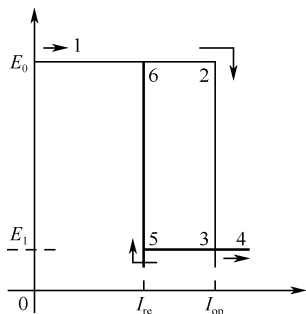

图 1.12 继电器特性曲线
(7) 反向工作值。反向工作值是指向继电器线圈反向通电,使继电器可靠吸起,并满足接点压力时所需要最小电压值或电流值。
(8) 反向不工作值。反向不工作值是偏极继电器特有的参数,即向偏极继电器线圈反向通电,保证继电器不动作的最大电压值。对于 JPXC—1000 型继电器,反向不工作值为 200V。
(9) 返还系数。返还系数是衡量继电器工作性能的重要参数。继电器的释放值与工作值之比称为返还系数。继电器特性曲线更好解释返还系数这个概念,如图 1.12 所示。